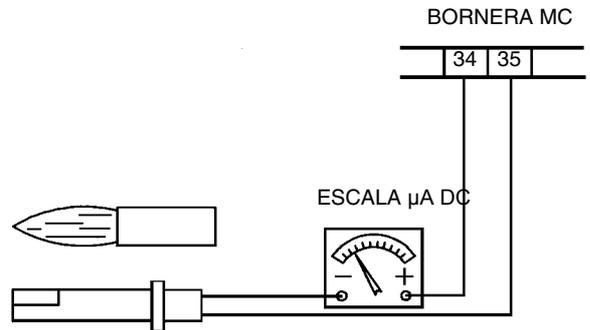

Fig. 24
- Examen y limpieza cuidadosa de la fotoresistencia de control de llama, si fuera necesario sustituirla. En caso de duda verificar la señal de encendido de la célula, después de haber puesto en funcionamiento el quemador, siguiendo el esquema en Fig. 24.
Para medir la señal de detección seguir el esquema en Fig. 24. Si la señal no tiene los valores indicados verificar los contactos eléctricos, la limpieza de la cabeza de combustión, la posición de la resistencia y eventualmente sustituir esta última.